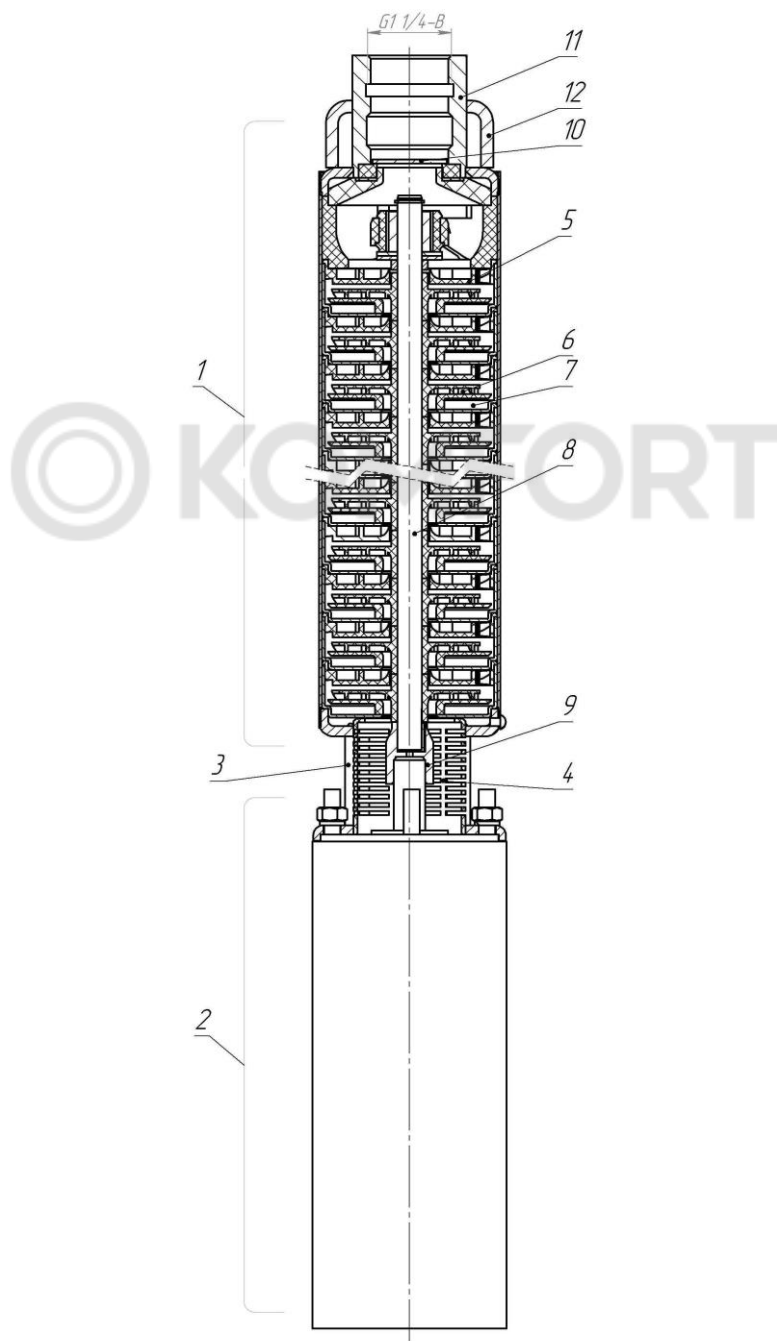

Рис.2
4.1 Агрегат состоит из насоса 1 и электродвигателя 2, соединенных между собой при помощи фланца 3, внутри которого располагается фильтр 4 (см. рис. 2).
6.2 Перед установкой агрегата в скважину провернуть вал 8 насоса за шлиц через патрубок напорный 11 (см. рис. 2). Вал должен легко проворачиваться в обе стороны без заеданий. В случае тугого вращения поместите агрегат в воду на 15 минут и повторите операцию в воде.